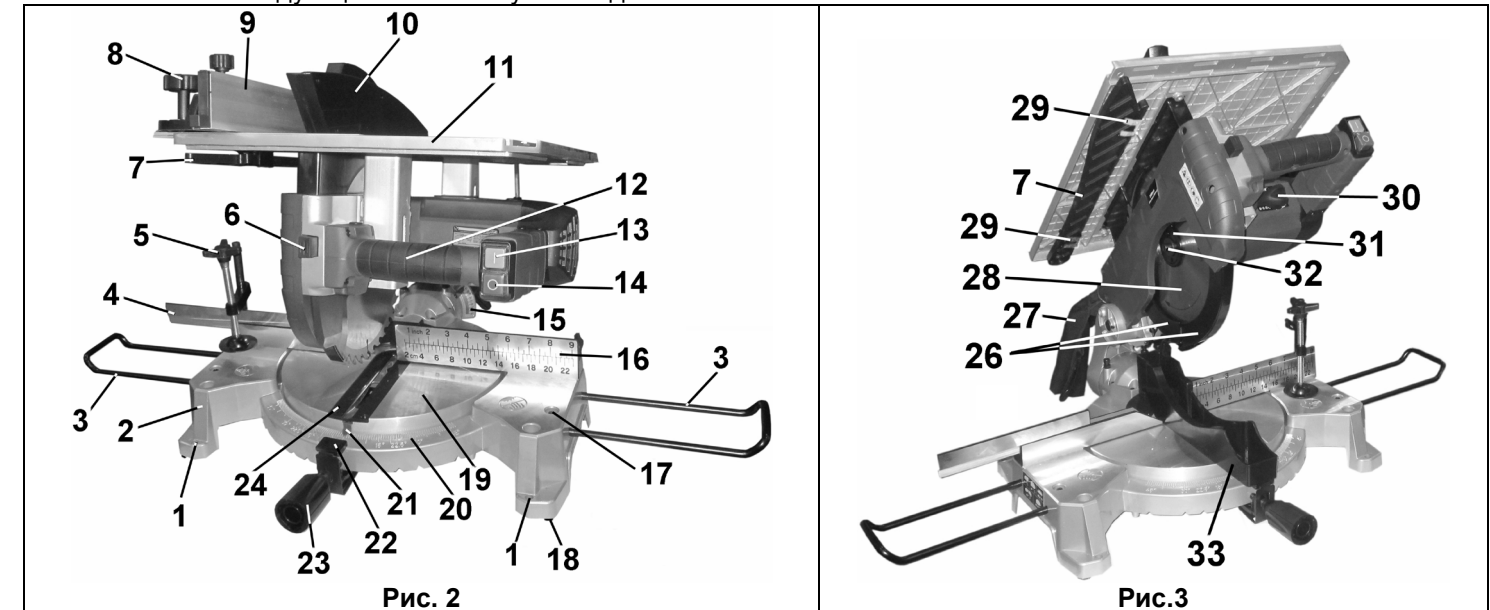

Рис. 2
### 7. УСТРОЙСТВО ПИЛЫ (Рис.2)
#### 8.1. Распаковка (Рис. 2)
## 8.2. Стационарная установка пилы на верстаке (Рис.2)
## 8.3. Установка удлинителей рабочего стола (Рис.2)
## 8.5. Установка струбины (Рис.2; 3; 6)
8.5.3. Как показано на (Рис.2 или 3), установите струбину (5) в посадочное отверстие (38).
### 9.1. Органы управления (Рис.2; 3; 7 ÷10)